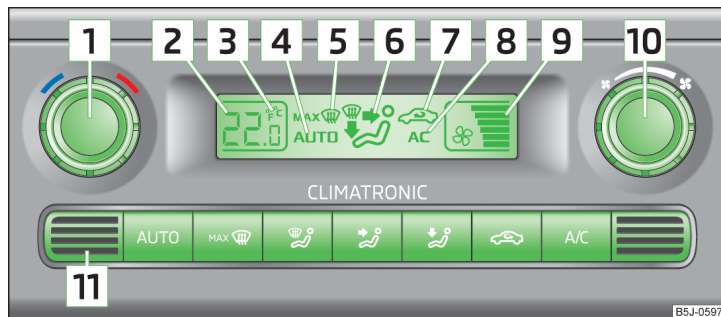

Fig. 102 Climatronic: Comandi
Non applicare adesivi sopra né coprire in altro modo il sensore di temperatura dell'abitacolo **11** » fig. 102, in quanto ciò potrebbe influenzare il buon funzionamento di Climatronic.
► Premendo il tasto **AUTO** » fig. 102 a pagina 99, nel display comparirà **AUTO**.
► Ruotare la manopola **1** » fig. 102 a pagina 99 verso sinistra oppure verso destra per ridurre o aumentare la temperatura.
Sul display viene visualizzato il dato nelle unità di misura della temperatura desiderate (Pos. **3** » fig. 102 a pagina 99).
► Premere il tasto con il simbolo  » fig. 102 a pagina 99.
► Premere nuovamente il tasto con il simbolo  » fig. 102 a pagina 99.
➤ Ruotare la manopola **10** » **fig. 102 a pagina 99** verso sinistra o destra, per ridurre o aumentare il numero di giri della ventola.
Il numero di giri impostato della ventola viene raffigurato mediante la visualizzazione su display del relativo numero di segmenti nel simbolo **9** » **fig. 102 a pagina 99**.
➤ Premere il tasto con il simbolo  » **fig. 102 a pagina 99**.
➤ Premere nuovamente il tasto con il simbolo  » **fig. 102 a pagina 99** oppure il tasto con il simbolo **AUTO**.